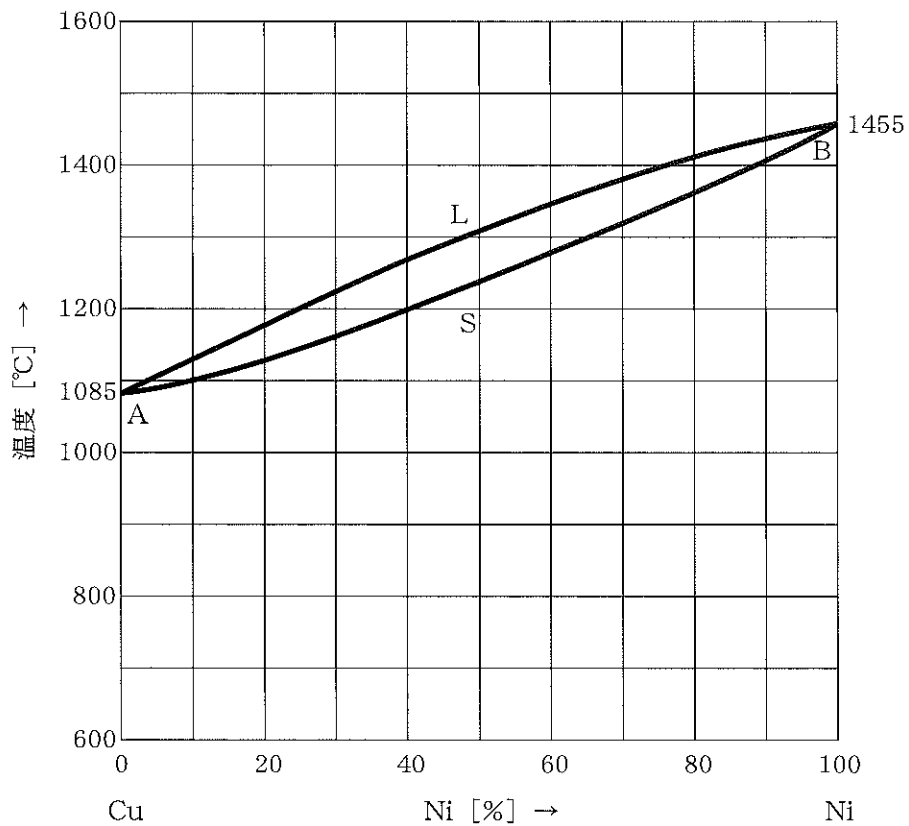

図1
- 1 図1は銅CuとニッケルNiの固溶体形の平衡状態図である。(a)～(e)に適したものを選びなさい。